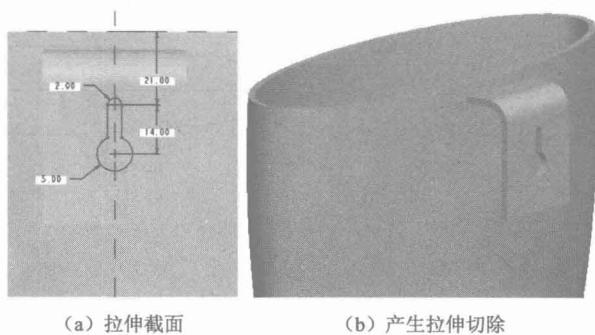

图1-40
10. 选择实体背面为草绘平面绘制如图 1-40 (b) 所示拉伸切除, 拉伸截面如图 1-40 (a) 所示。